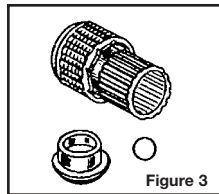

Figure 3
3. Enlever la capsule à pression (voir fig. 3) pour pouvoir accéder au mélange d'IRM®.
5. Si la masse mélangée d'IRM® n'apparaît pas dans la capsule à pression (voir fig. 3) alors remettez la capsule et agitez pendant 5 secondes, ou bien insérez un fouloir à petit bout dans la capsule et retirez la masse mélangée.